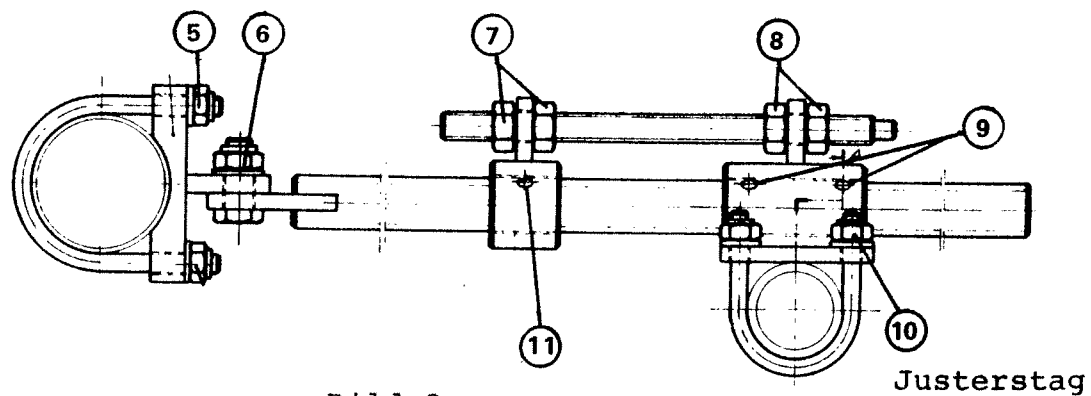

Bild 2
- Justering i vertikalled, se bild 2.
- Justering i horisontalled, se bild 2.